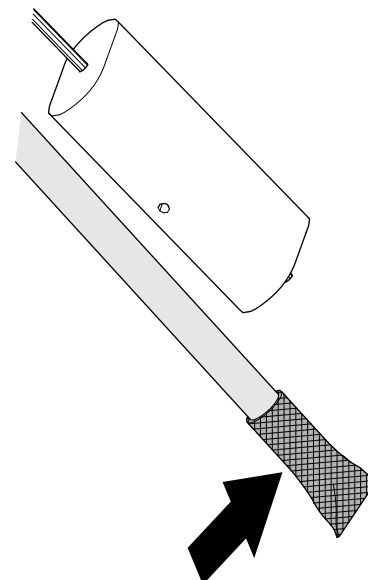

Figure 126
1. Nettoyez la crépine au bout du tube d'admission de carburant (Figure 126).